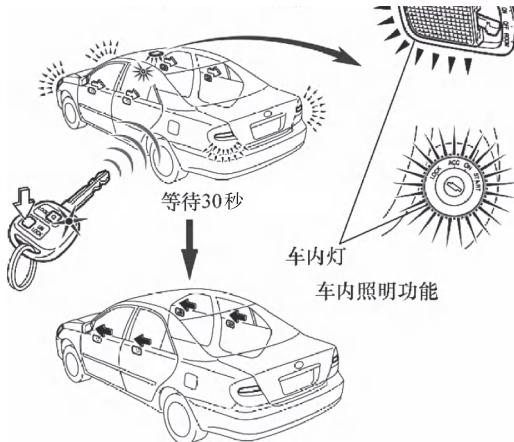

图 1-1-15 车内照明 / 自动闭锁功能
(8) 内部照明功能。在发射机对车门解锁的同时，内部灯光打开大约 15 秒。
(9) 自动闭锁功能。如果用发射机解锁后 30 秒之内，没有车门被打开，则所有车门被锁，车内照明 / 自动闭锁功能如图 1-1-15 所示。